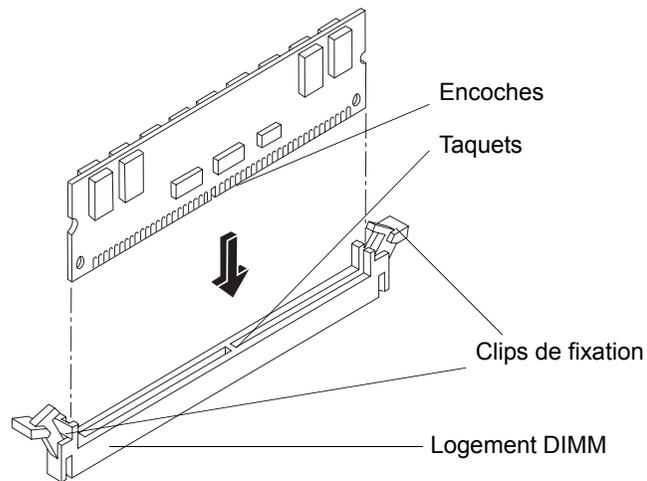

Figure 3-13. Alignement du module DIMM et du logement
7. Écartez les deux clips de fixation du logement et alignez les encoches du module DIMM avec les taquets du logement. Voir la Figure 3-13.
8. Tenez le module DIMM en position perpendiculaire par rapport à la carte système et enfoncez-le dans le logement jusqu'à ce que les clips de fixation se referment. Voir la Figure 3-13.